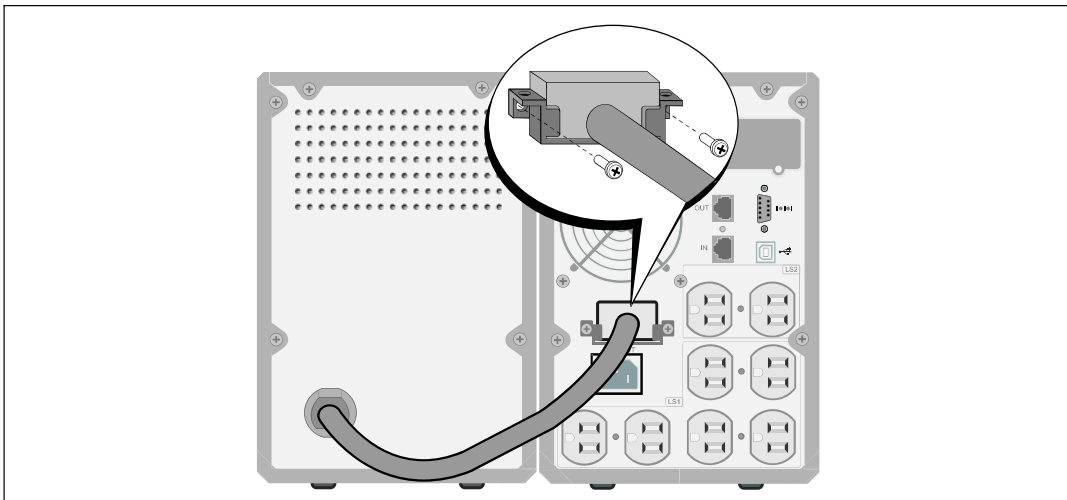

Figura 15. Instalación del EBM para modelos de UPS de torre 1000 W y 1920/1500 W solamente
- 3 Conecte el cable EBM en el conector de la batería de la UPS (consulte la Figura 15).